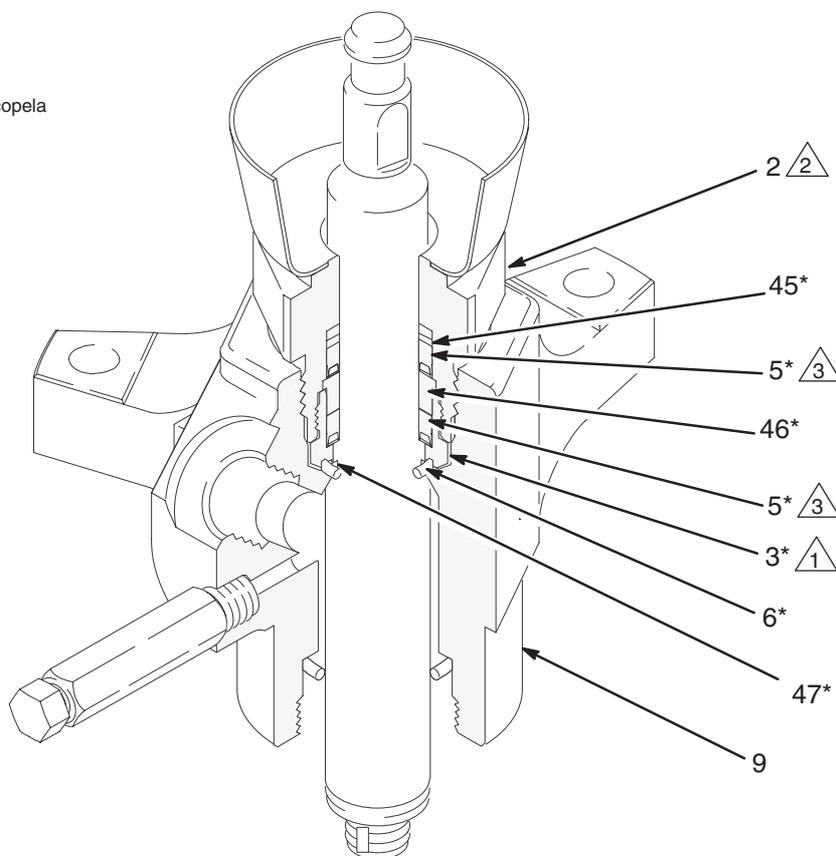

Fig. 3
2. Vea la Fig. 3. Desenrosque la tuerca prensaestopas (2) usando una llave de tubo. Retire la junta tórica (6) y la arandela (47) por la parte inferior del alojamiento prensaestopas (3) o desde el alojamiento de salida (9).
3. Coloque las partes planas de la tuerca prensaestopas (2) en un torno de banco. Desenrosque el alojamiento prensaestopas (3) y elimínelo con las empaquetaduras. Retire de la tuerca prensaestopas la arandela (46), la junta (5), y la arandela de seguridad (45).
4. El kit de reparación del cuello está prearmado. Enrosque el kit en la tuerca prensaestopas (2), asegurándose de que la arandela de seguridad (45*), la junta (5*), y la arandela (46*) están correctamente colocadas en la parte superior del alojamiento prensaestopas (3*), con los bordes de la junta dirigidos hacia abajo. Apriete el alojamiento prensaestopas (3*) a un par de 97–106 N.m. Vea la Fig. 3.
6. Enrosque la tuerca prensaestopas (2) en el alojamiento de salida (9). Apriete a un par de 190–217 N.m.
- △2 Empaquetaduras del cuello (vea la Fig. 3).